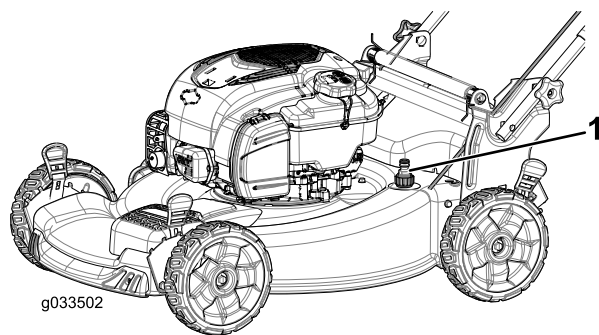

図 26
5. 洗浄ポートにホースを接続し、ホースを水道栓につなぐ **図 26**。